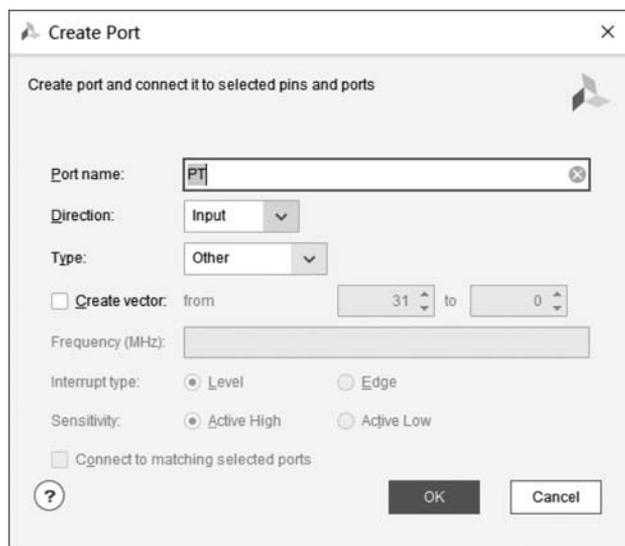
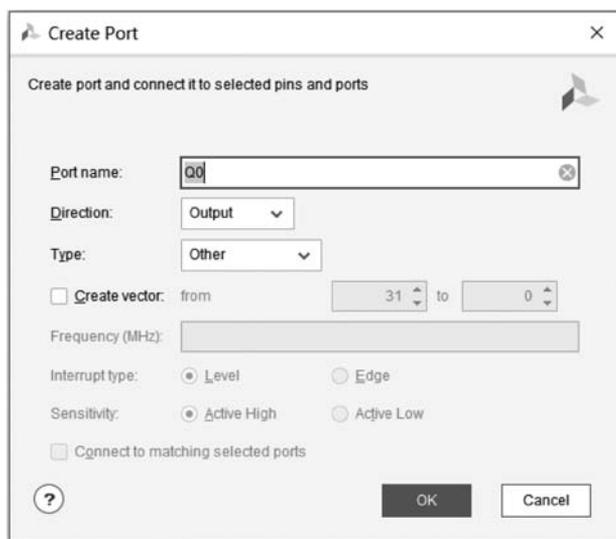

图 3.59 创建一个名为 PT 的输入端口
图 3.60 创建一个名为 Q0 的输出端口
(5) 创建端口。创建端口有以下两种方式。
① 在原理图空白处右击,在弹出的快捷菜单中选择 Create Port... 命令,在弹出的 Create Port 对话框中设置端口的名称、方向和类型。图 3.59 所示是创建了一个名为 PT 的输入端口;图 3.60 所示是创建了一个名为 Q0 的输出端口。